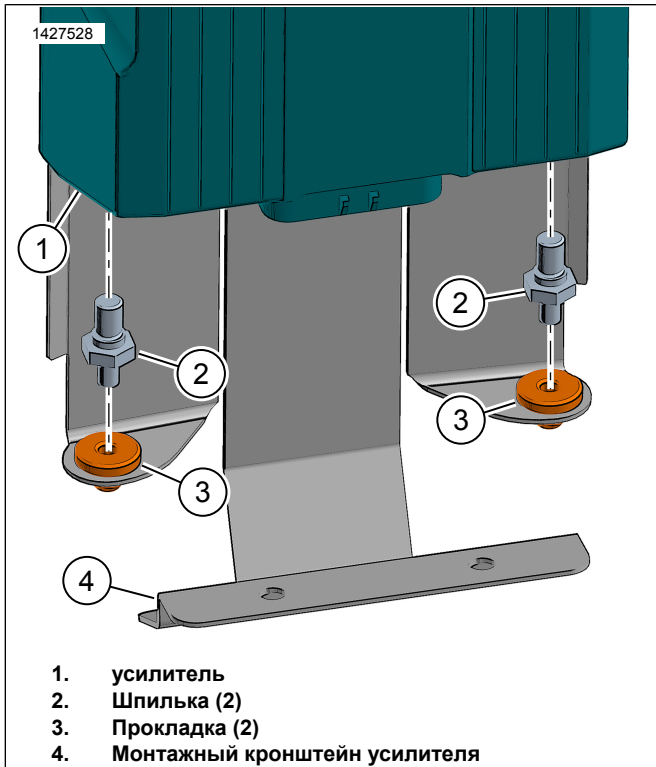

Рисунок 12. Шпилька усилителя
4. См. рис. 12. Вставьте прокладку (3) в монтажный кронштейн усилителя (4).
5. Установите шпильку (2) в усилитель (1). Затяните.